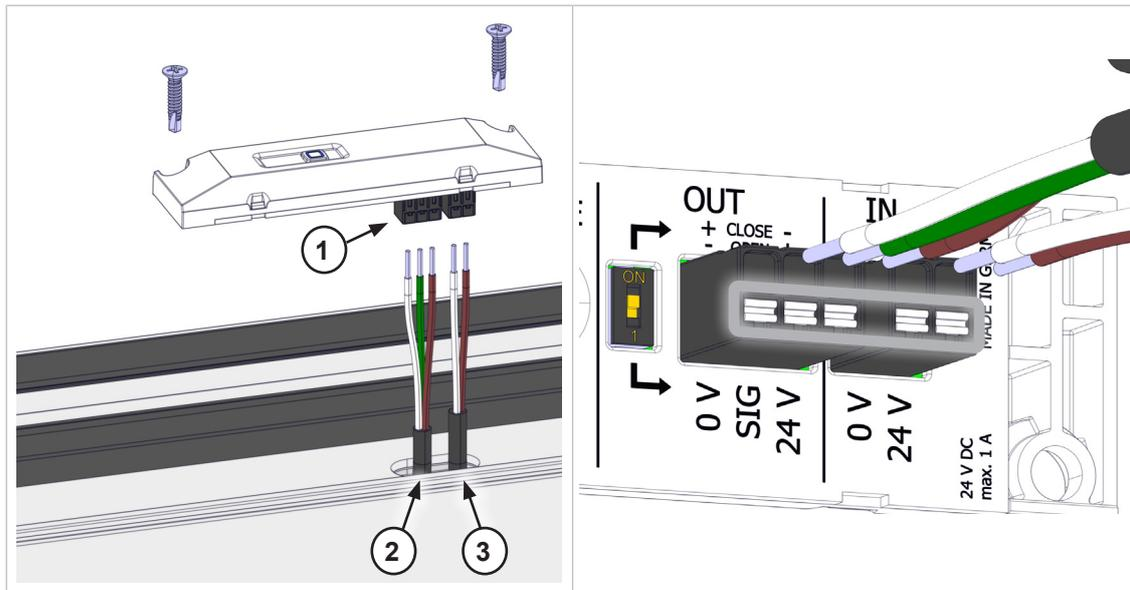

Abb. 6: Komponenten Einbau
- a) Die Anschlussleitung des Antriebs (2) und die 24 V Anschlussleitung des Netzteils (3)
- durch das Blendrahmenprofil zur Fräsung für die **FS-100** verlegen (Abb. 6)